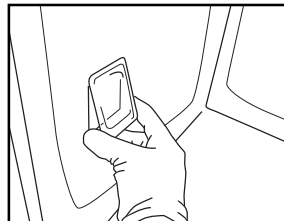

Fig. 9
5. Hold lampedekslet i riktig posisjon og trykk det mot veggen i apparatet, slik at det smekker på plass (Fig. 9).